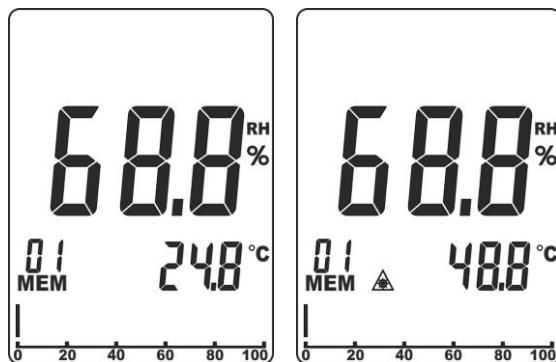

Abb. 10: Infrarot-Temperaturmessung (IRT)
3. Die Lufttemperatur erscheint im sekundären Display (siehe Abb. 10 – linke Seite).
4. Drücken Sie die Taste **IRT/△** zur Aktivierung der IRT Messung. Der Laserpointer aktiviert sich kurz und das Symbol “**△**” erscheint im Display, bis die Messung beendet ist. Der Wert der IRT Temperatur erscheint im sekundären Display für ca. 15s (siehe Abb. 10 – rechte Seite). Danach kehrt das Gerät automatisch zurück zur Messung der Lufttemperatur.